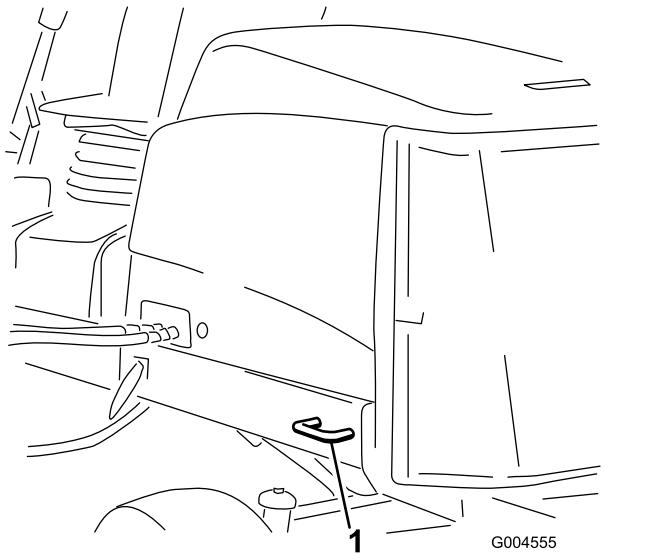

Figure 70
- Arrimez solidement la machine. Les sangles avant et arrière doivent être dirigées vers le bas et l'extérieur de la machine ; voir la Figure 69 et la Figure 70.
- Arrière – chaque côté de la machine sur le cadre arrière (Figure 70)